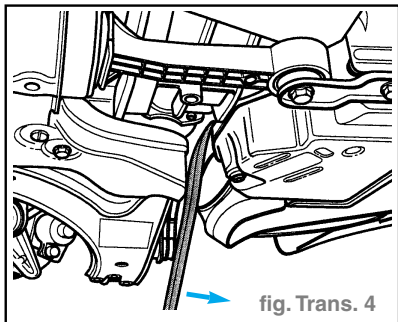

fig. Trans. 4
- Lever le bloc-moteur dans le sens de déplacement du véhicule à l'aide d'un démonte-pneu, l'arbre à cardan Tripode pouvant être sorti simultanément. (fig. Trans. 4)